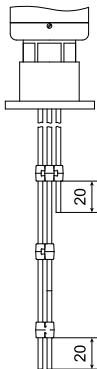

Рисунок 4.4 – Установка разделительных шайб
5. Установить разделительные шайбы из комплекта поставки на электроды. Разделительные шайбы следует устанавливать в 20 мм от края электродов (см. *рисунок 4.4*). Расстояние между шайбами должно быть не менее 0,3–0,5 м для участков длиннее 1 м.